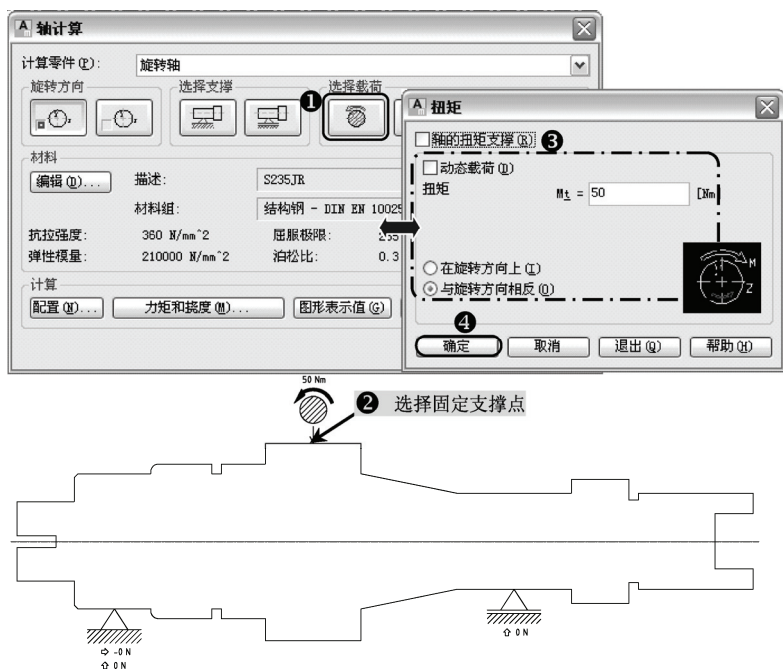

图 13-13 选择支撑点
5) 单击“选择载荷”选项中的“扭矩”工具按钮，选择轴齿轮处中点，弹出“扭矩”对话框，在该对话框中设置好相关参数，单击“确定”按钮，返回“轴计算”对话框，如图 13-13 所示。